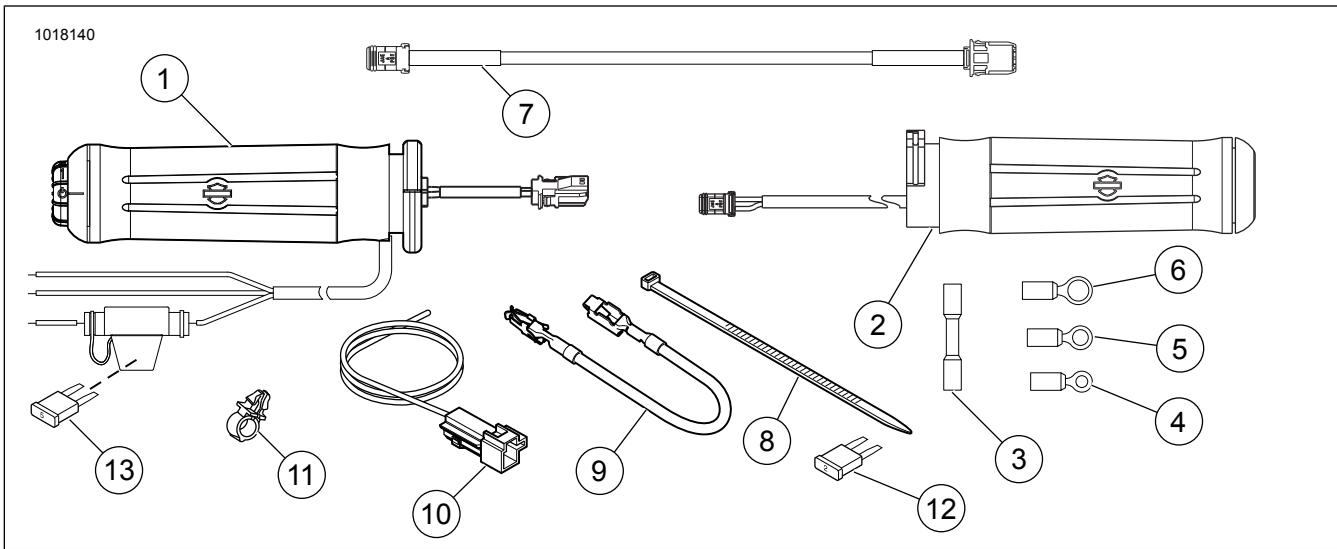

Figura 22. Parts tas-Service, Kits Tal-Manku Li Jissahħan
- Ara Figura 22 . Agħżel it-terminal it-tajjeb tal-anell (4, 5 jew 6) mill-kit biex tiffittja l-vit tat-terminal tal-fidda (bil-wajer aħmar) fuq is-circuit breaker.
2. Ara Figura 22 . Aghżel it-terminal it-tajjeb tal-anell (4, 5 jew 6) mill-kit biex tiffitja l-vit tat-terminal tal-fidda (bil-wajer aħmar) fuq is-circuit breaker.
2. Ara Figura 22 . Ipplaggja l-adapter tal-harness (10) mill-kit għal mal-konnettur B+.
Ara Figura 22 u Tabella 1 .